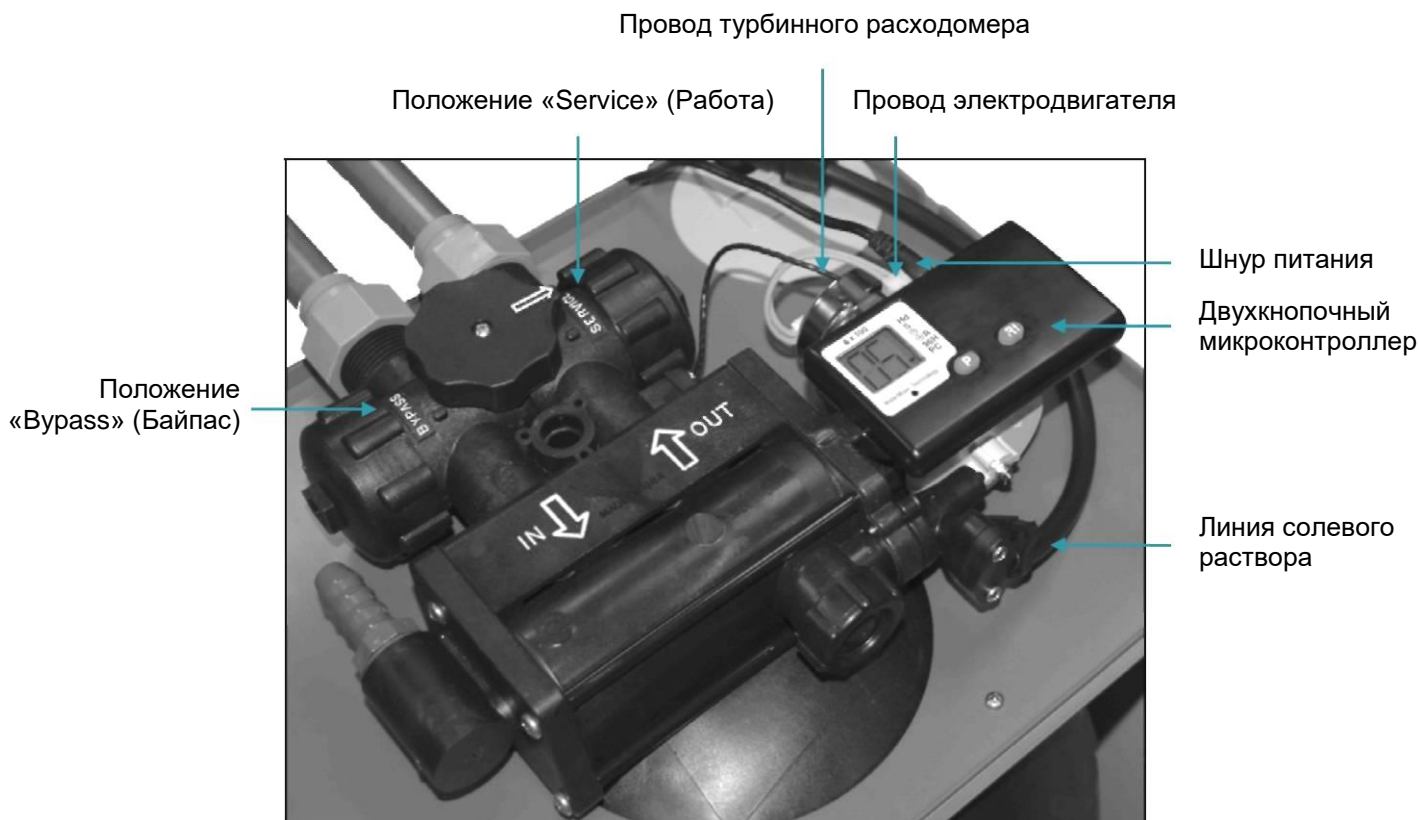

Рисунок 6: Клапан умягчителя
- А. Установите клапан в положение «Байпас». (См. Рисунок 6.)
- В. Переведите клапан в положение «Сервис» (см. рис.6), **медленно** заполняя фильтрационную емкость, **чтобы избежать гидроудара**.
- А. Подключите разъем на проводе блока питания к задней части микроконтроллера. (См. Рисунок 6.)
- А. Убедитесь, что умягчитель находится в режиме нормальной работы. См. Рисунок 6.
Байпасный клапан расположен в узле главного управляющего клапана. См. Рисунок 6. Для переключения на байпасную линию, поверните ручку в положение «Bypass» (байпас). Вода будет поступать в дом вокруг умягчителя без очистки. Для предотвращения попадания в дом неочищенной воды, не пользуйтесь водой в доме, когда умягчитель находится в режиме «Байпас». Не забудьте переключить умягчитель в режим нормальной работы, повернув ручку в положение «Service» (работа), после ремонта устройства или использования неочищенной воды.